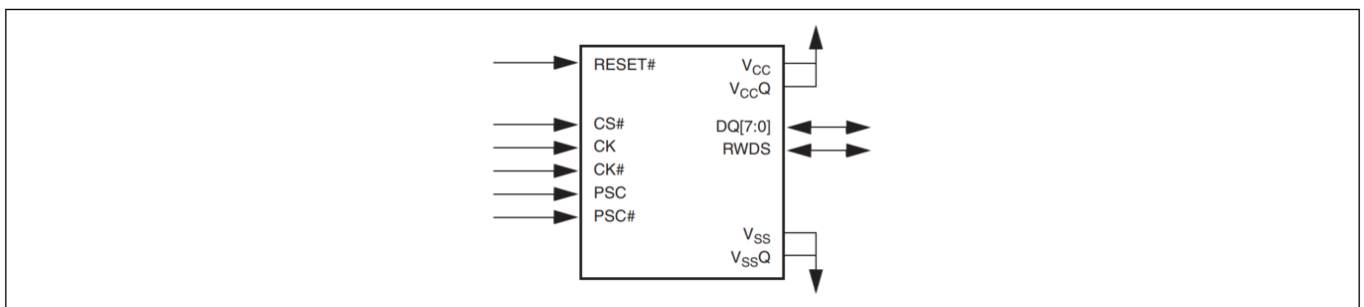

图 12-1 HyperBus 产品与 DCARS 信号图
70. 该图显示了第43页的图 12-1 的数据传输部分的近视图，以便更清楚地显示数据有效期受时钟抖动和时钟输出延迟不确定性的影响。